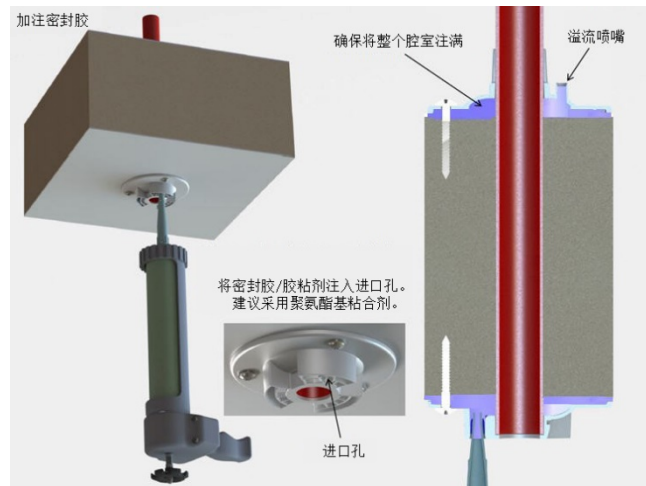

图 4：注入密封胶
6. 用弹簧夹辅助将采样管道（长度约为 330mm）插入并固定在孔内。清洁表面并使用三 (3) 个随附的自攻螺钉将法兰固定至夹层板上。
7. 将下部法兰安装在孔底部（温度控制室内）。清洁表面并使用其余三 (3) 个随附的自攻螺钉固定法兰。
8. 确保所有表面均清洁干燥，将密封胶（建议采用聚氨酯基粘合剂）注入顶部和底部法兰的进口孔内，参见图 4。